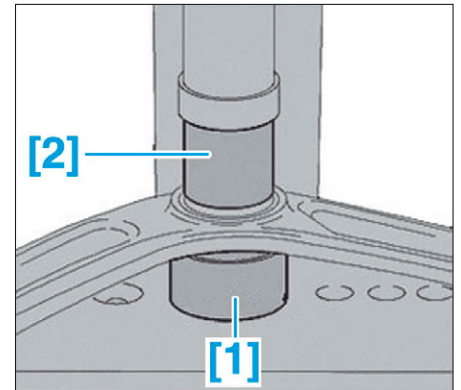

FIG. 12
- Mettre en place les outils [1] et [2] sur l'articulation élastique et l'extraire à l'aide d'une presse (Fig.12).